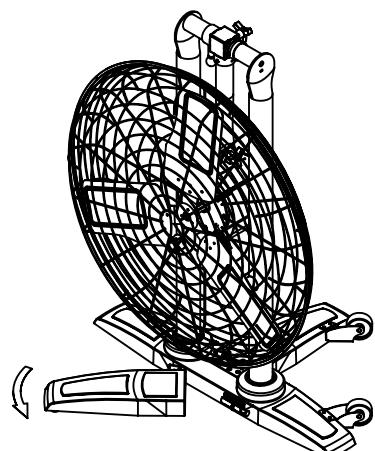

Figure 5
- Repositionnez le support de pied arrière. Voir la Figure 5.